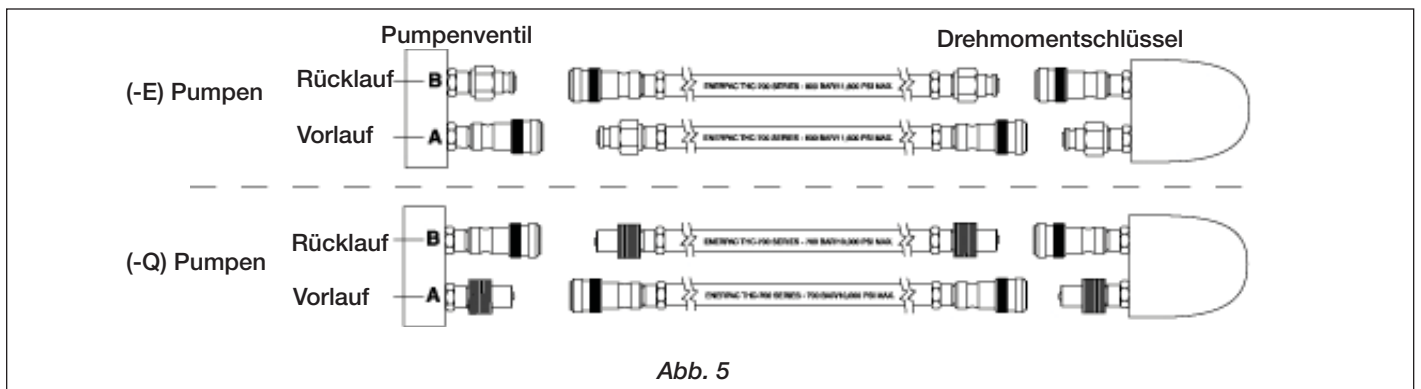

Abb. 5
Schließen Sie die Schläuche wie in Abb. 5 dargestellt an.
1. (-E) Pumpentyp für Enerpac SQD- und HXD-Drehmomentschlüssel. Achten Sie darauf, Schläuche mit der Kennzeichnung „ENERPAC THS-700 SERIES – 800 Bar/11,600 psi max.“ zu verwenden. Die Kupplungen an diesen Schläuchen sind werkseitig „polarisiert“, um einen ordnungsgemäßen Einsatz des Steckschlüssels zu gewährleisten. (siehe Abb. 5)
2. (-Q) Pumpentyp für Enerpac S und W Drehmomentschlüssel und andere Marken. Verwenden Sie Schläuche, die mit "Enerpac THQ-700 series-700 bar/10,000 psi max." gekennzeichnet sind. Für den ordnungsgemäßen Steckschlüsseinsatz müssen Kupplungen wie in Abb. 5 polarisiert sein. Stellen Sie vor Inbetriebnahme sicher, dass die Kupplungen vollständig eingerastet und angezogen sind. Teilweises Einrasten der Kupplungen verhindert ordnungsgemäßen Steckschlüsseinsatz.